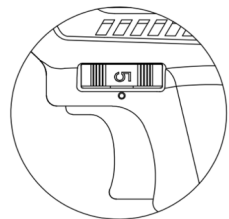

Рис. 30
4. Наполните пакет соответствующим чистящим средством или водой. Установите фильтр. Установите пакет на краскопульт. Переведите колесо регулировки давления в положение «5» (рис. 30).